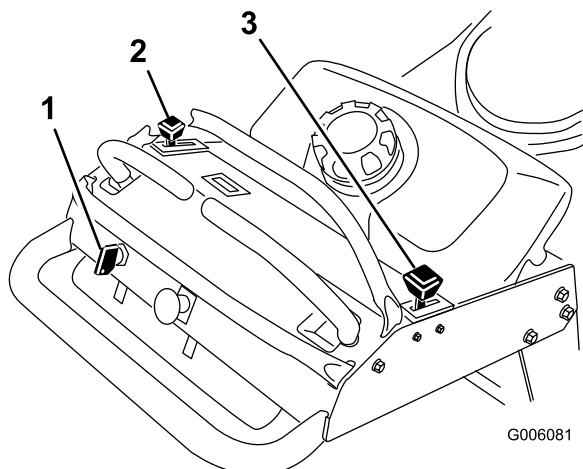

Figure 7
- Placez la commande d'accélérateur en position haut régime et la commande de starter en position en service avant de démarrer le moteur s'il est froid (Figure 7).
- Placez la commande d'accélérateur en position bas régime (Figure 7).